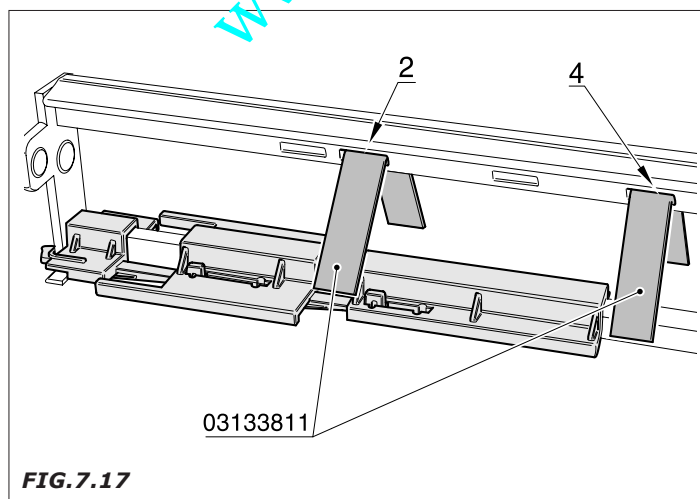

FIG. 7.17
- Introduzcan, según lo indicado en la Fig. 7.17, los detalles 03133811 en la segunda (2) y cuarta (4) ranura presentes en el árbol.